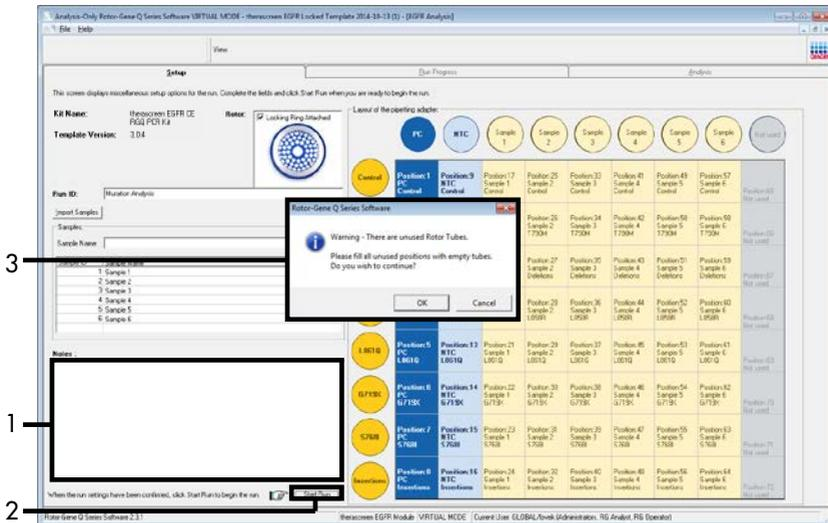

Abbildung 14. Feld „Notes“ (Notizen) (1), Schaltfläche „Start Run“ (Lauf starten) (2) und „Warning“ (Warnung) über unbesetzte Rotorpositionen (3)
16. Nachdem alle Probenamen eingegeben wurden, überprüfen Sie, ob diese korrekt sind. Geben Sie bei Bedarf zusätzliche Informationen in das Feld Notes (Notizen) ein und klicken Sie dann auf Start Run (Lauf starten) (Abbildung 14).
Hinweis: Wenn eine Rotorposition unbesetzt ist, wird „Warning“ (Warnung) eingeblendet (Abbildung 14), um den Anwender daran zu erinnern, dass unbesetzte Positionen im Rotor mit verschlossenen, leeren Röhrchen gefüllt werden müssen. Stellen Sie sicher, dass alle unbesetzten Rotorpositionen mit verschlossenen, leeren Röhrchen gefüllt sind, und klicken Sie dann auf OK, um fortzufahren.